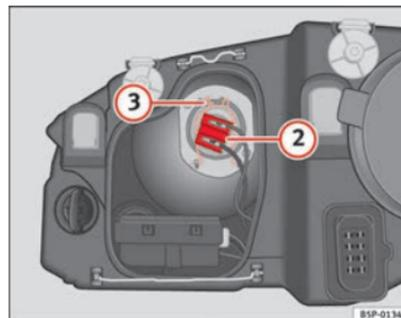

Fig. 185 Anabbaglianti
- Estrarre il connettore ⇒ fig. 185 ② della lampada.
- Sganciare la molla di ritegno ⇒ fig. 185 ③ premendo verso l'interno e a destra.